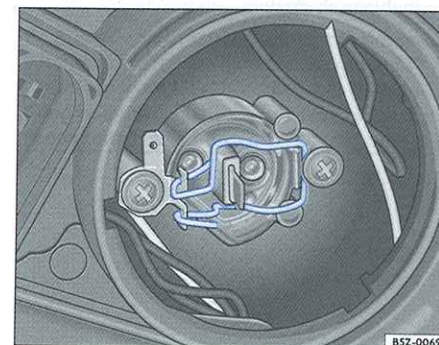

Fig. 154 Acceso a la lámpara del faro alto
- Comprima ambos lados del resorte de alambre ⇒ página 203, fig. 154 contra la lámpara, desplazando el resorte para desbloquearla.